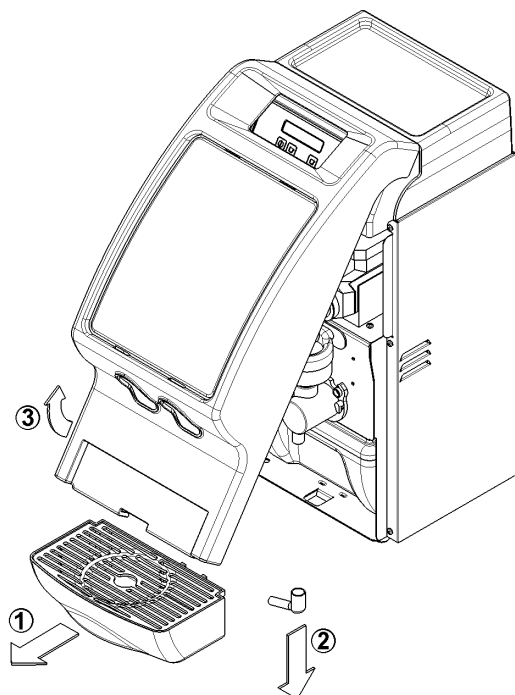

figura 1
- 2 Rimuovere il cassetto raccogliacqua (1), i beccucci di erogazione del prodotto (2) e quindi la copertura anteriore del
distributore (3) (vedere figura 1).
6 Rimontare la copertura anteriore, i beccucci di erogazione ed il cassetto raccogli gocce con sequenza inversa a quella descritta in precedenza (vedere figura 1).